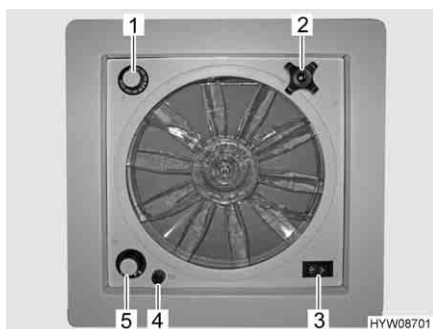

Fig. 52 Oblò con ventilatore
- Un fusibile da 4 A (Fig. 52,4) protegge da sovraccarico il motore del ventilatore. Se si verifica un sovraccarico: Individuare per prima cosa la causa (ad es. il ventilatore è sporco), poi sostituire il fusibile.
Apertura oblò: ■ Ruotare la maniglia girevole (Fig. 52,2), finché non si raggiunge l'angolo di apertura desiderato.
Aerazione/sfiato: ■ Portare l'interruttore a levetta (Fig. 52,3) su "Aerazione" (flusso d'aria dall'esterno verso l'interno) o "Sfiato" (flusso d'aria dall'interno verso l'esterno).
Spegnimento del ventilatore: ■ Portare l'interruttore a levetta (Fig. 52,3) sulla posizione centrale.
Impostazione della velocità del ventilatore: ■ Posizionare l'interruttore girevole (Fig. 52,5) sul grado desiderato:
Impostazione della temperatura: ■ Ruotare il termostato (Fig. 52,1) fino alla battuta in direzione "blu".